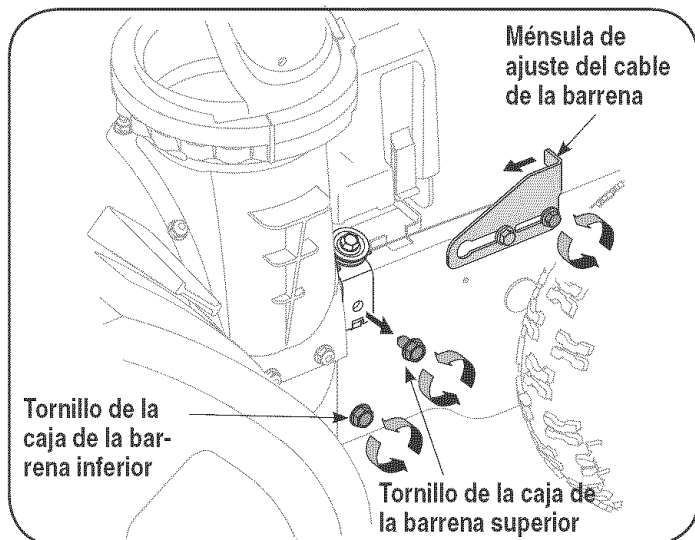

Figura 12
1. Afloje la tuerca hexagonal posterior en el soporte de ajuste del cable. Vea la figura 12.
1. Afloje el tornillo posterior en la ménsula de ajuste del cable de la barrena utilizando una llave de  $\frac{3}{8}$ " y deslice el soporte completamente hacia adelante para lograr el máximo juego en el cable de la barrena. Vea la figura 12.
3. Afloje el tornillo de montaje de la caja de la barrena inferior de cada lado un (1) giro completo utilizando una llave de  $\frac{1}{2}$ ". Vea la figura 12.